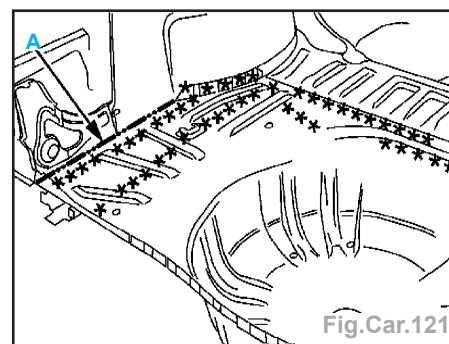

Fig.Car.121
- Découper à l'aide d'une scie alternative suivant A (Fig.Car.121).